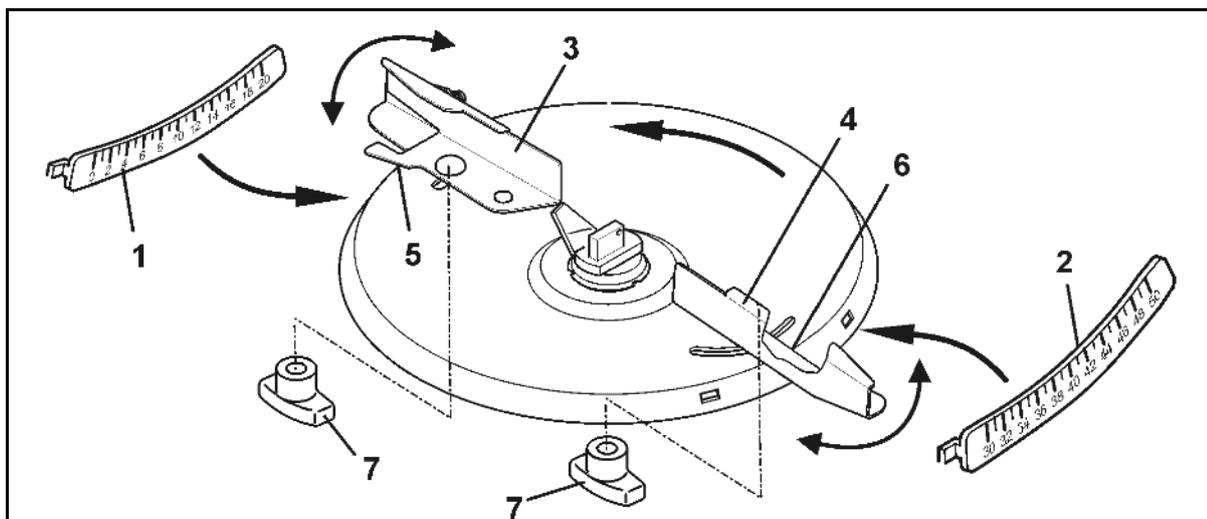

Fig. 76
2. Épandage dans les fossés selon le décret concernant l'emploi des fertilisants (Fig. 76) :